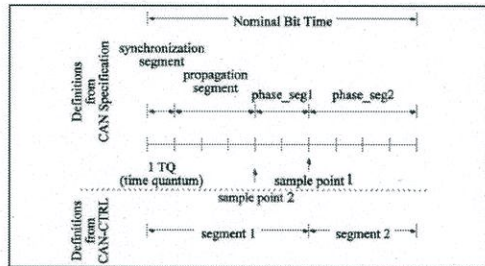

图 30-2 CAN 位时间定义图
- 1) 若 BT 寄存器的 PRESC 位设定为 1 时, 参考图 30-2 的 sample point 1 所示, 采样点位于 segment1 和 segment2 的分界点上。